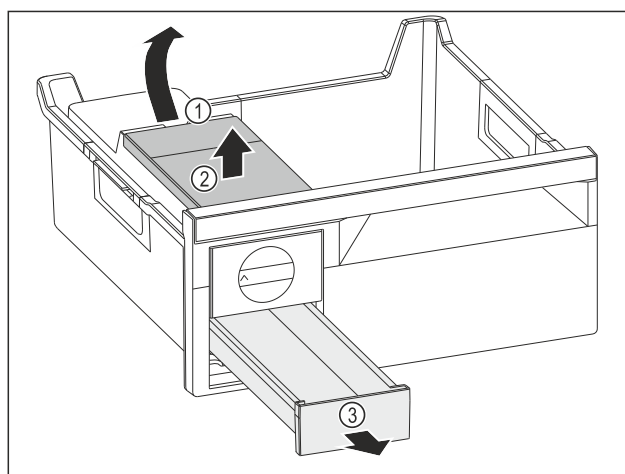

Fig. 103
- Retirer le réservoir d'eau : Soulever le réservoir d'eau hors de l'évidement Fig. 103 (1).
- Retirer le réservoir d'eau Fig. 103 (2) vers le haut.
- Retirer le compartiment à glaçons Fig. 103 (3) vers l'avant.